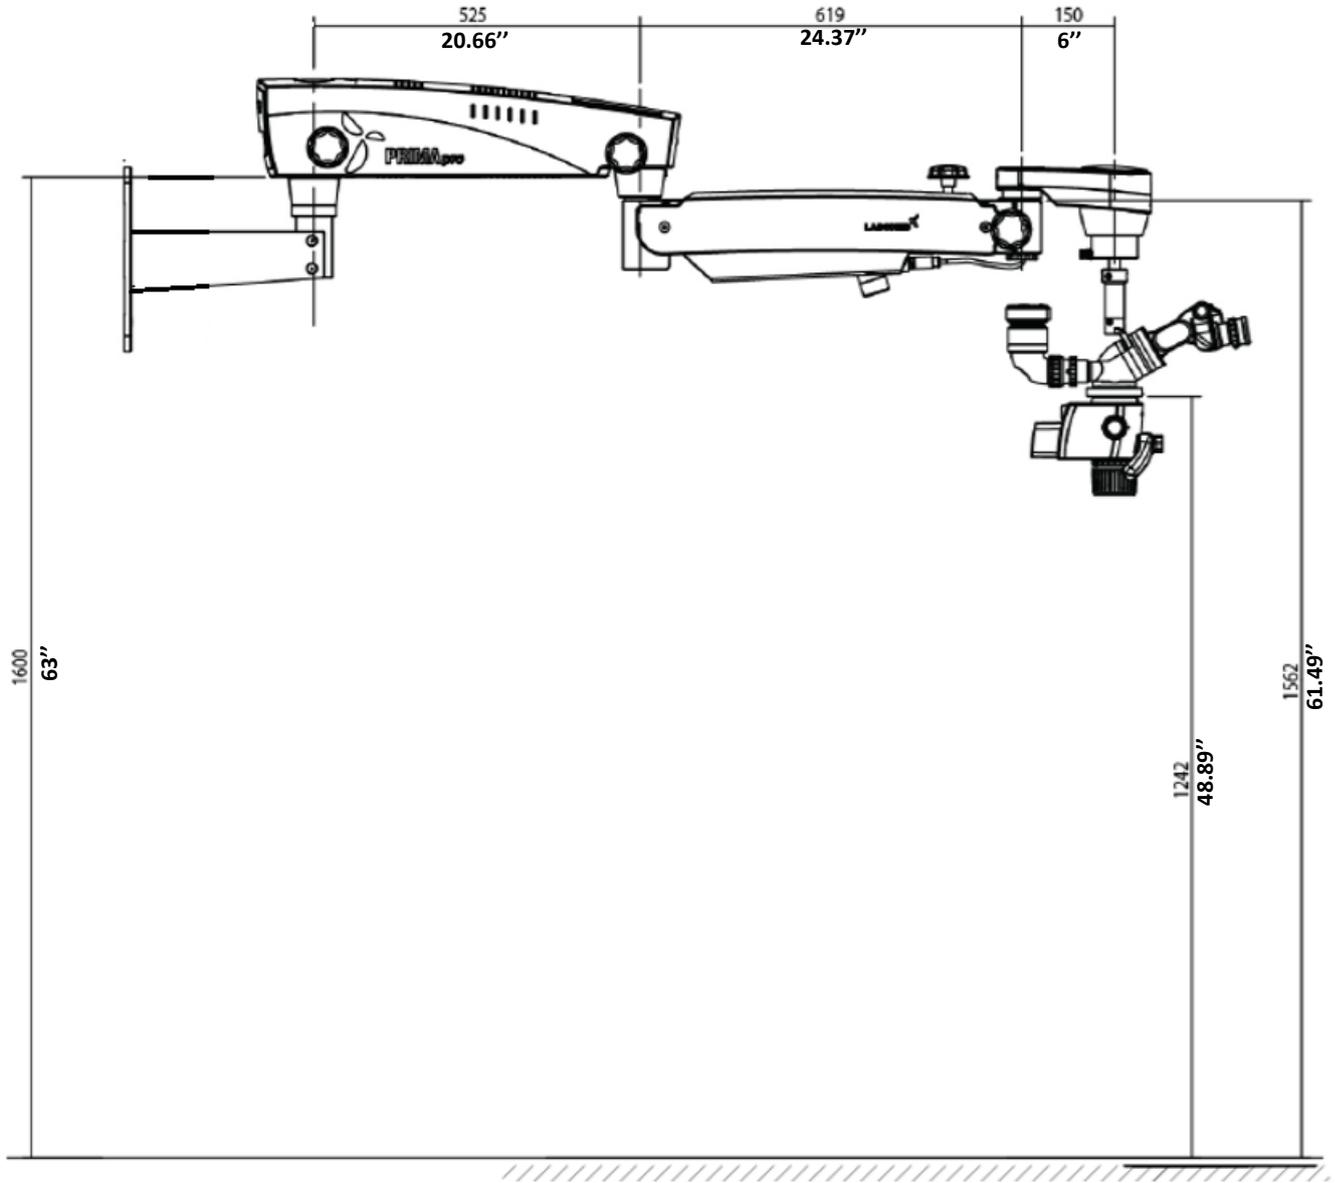

Figura 14
- DO. Distancia desde el piso: consulte la altura adecuada según la configuración solicitada en la Figura 14.